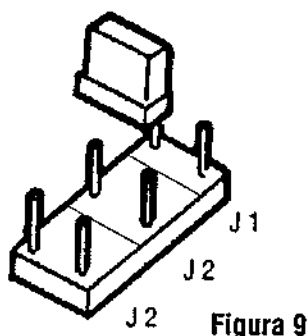

Figura 9
Durante la fase di mantenimento, per legare il funzionamento del compressore (**M 57**) al funzionamento dell'agitatore (**M 52**) (funzionamento intermittente) il ponticello **J 3** della scheda elettronica (**M 54**), deve trovarsi nella posizione **"NON INSERITO"** (figura 9).
- Si raccomanda una volta completato l'Auto Diagnostico, di riportare il ponticello **J 1** nella posizione originale di non inserito (figura 9).